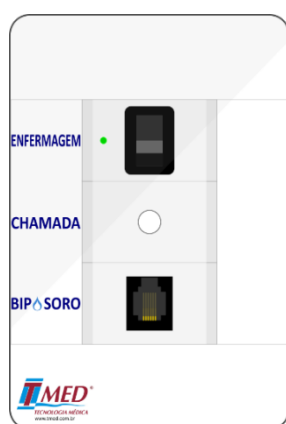
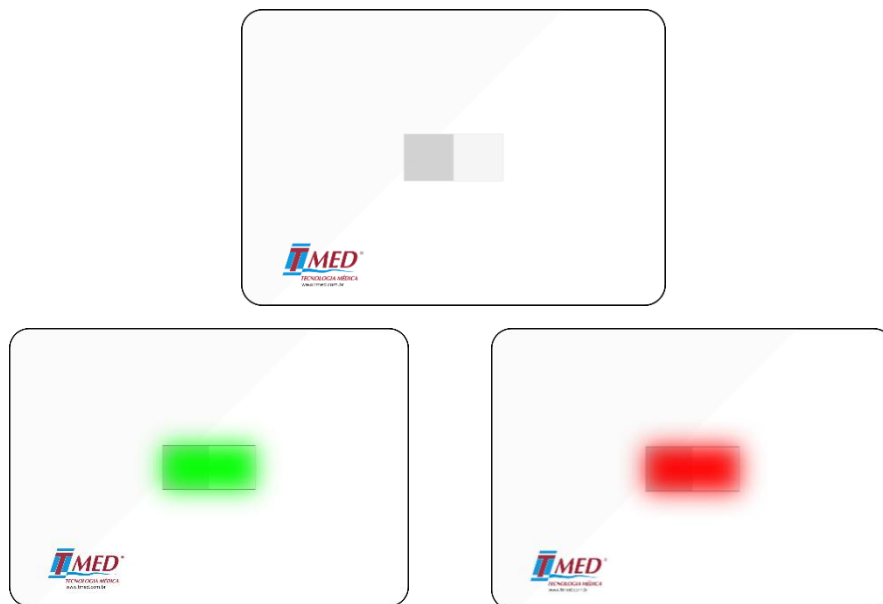

Figura 3 - UC com conector para o **BipSoro**
Figura 6 - Ilustração do acionamento do Sinalizador de Porta (SP)
A Unidade de Chamada do Leito (UCL) pode ser conectada a um dispositivo de chamadas originadas no banheiro (Chamada de Banheiro ou Unidade de Chamada do Banheiro), um Sinalizador de Porta (SP), um **BipSoro** Eletromecânico (BSM) e um equipamento de comunicação por voz entre o posto e o leito (LTV). Essa versão está ilustrada na Figura 3.
4.4 Sinalizador de Porta (SP)
Posicionado no corredor, sobre a porta do apartamento ou da enfermaria, o Sinalizador de Porta (SP) emite uma sinalização visual para alertar aos profissionais de enfermagem em trânsito no corredor sobre o acionamento de uma Chamada do Leito, Chamada do Banheiro, Chamada de Emergência (versão opcional da Unidade de Chamada do Leito), sinalização do **BipSoro** ou a presença de um de seus colegas atendendo aquele apartamento ou enfermaria. O Sinalizador de Porta (SP) piscará de acordo com as cores indicadas na Tabela 3 e ilustradas na Figura 6.
Ao se aproximar de um leito para iniciar um atendimento, o profissional de enfermagem deve acionar a tecla de presença localizada na Unidade de Chamada do Leito (UCL) correspondente (Figura 3 e Figura 4). Feito isto, o Sinalizador de Porta piscará na cor verde (Figura 6), indicando sua presença naquele apartamento ou enfermaria. Este acionamento deve ser sistemático, independentemente de a presença ser decorrente de uma chamada ou da necessidade de se efetuar um procedimento rotineiro. Ao concluir o atendimento (ou procedimento), o profissional de enfermagem deve retornar a tecla de presença à sua posição original.